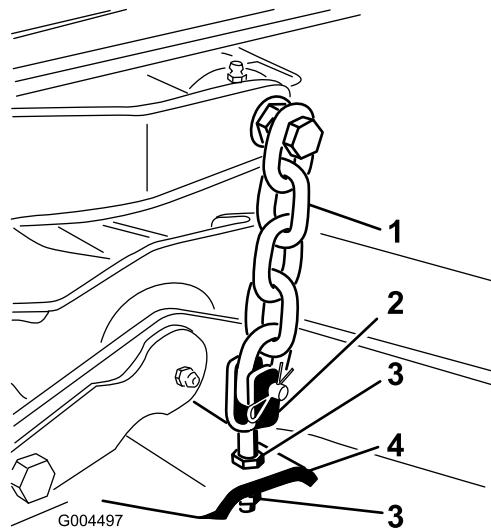

図 24
- デッキのヨーク/チェーンをデッキに固定しているジャムナットを調整してデッキを水平にする(図 24)。
7. ブレードのピッチが 8 mm になるように、後のヨーク/チェーンを固定しているジャムナットで刈り込みデッキ後部の高さを調整する (図 24)。